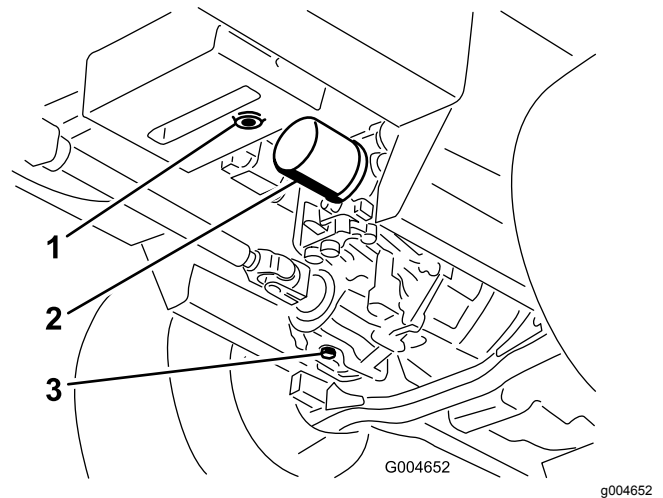

Bild 57
3. Stellen Sie eine große Wanne unter den Hydraulikbehälter und das Getriebe und nehmen Sie die Schrauben ab. Lassen Sie die Hydraulikflüssigkeit ablaufen (Bild 57).
4. Reinigen Sie den Bereich um den Hydraulikölfilter und nehmen Sie den Filter ab (Bild 57).